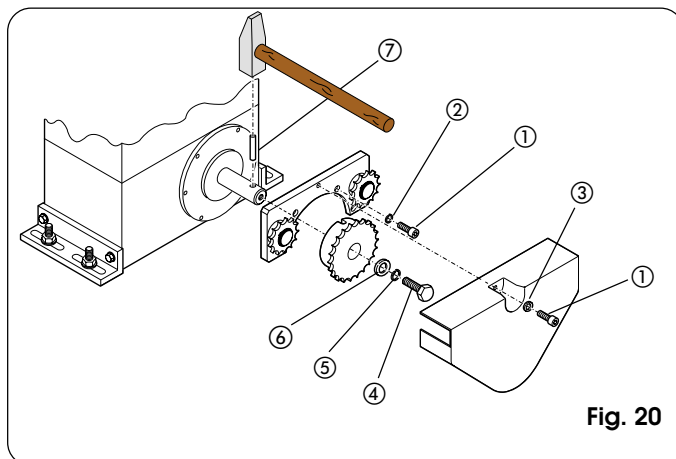
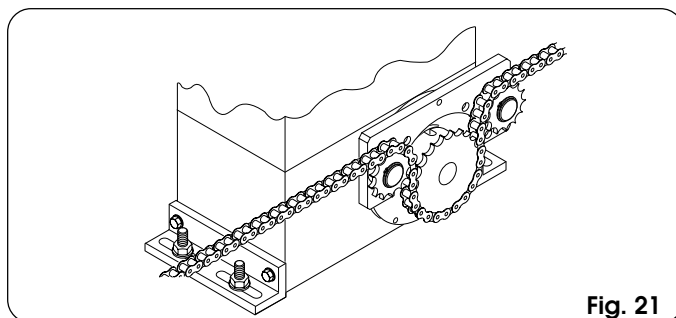

Fig. 20
Fig. 21
- 1) Inserire la spina elastica ⑦ nell'albero utilizzando un martello.
- 2) Applicare sulla flangia del motoriduttore la staffa dei rinvii folli, utilizzando le quattro viti ① (M5 x 12) e le relative rondelle ② presenti nel kit come indicato in Fig.20.
- 3) Applicare il pignone a catena sull'albero facendo coincidere le sedi del pignone sulla spina elastica e serrare la vite ④ e le apposite rondelle ⑤ e ⑥.
- 4) Passare la catena come indicato in Fig.21 e montare il carter di copertura con la vite ① e la rondella ③ di Fig.20.